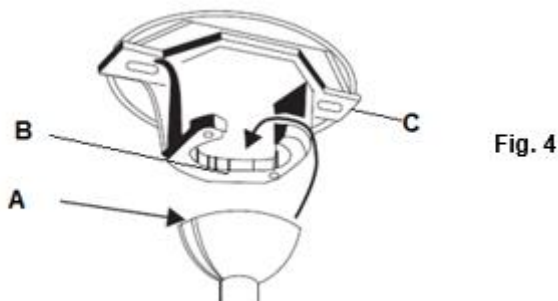

Fig. 4
Breng de ventilator aan op de montagebeugel. Zorg dat de sleuf (A) van de ophangbal zich op de stop (B) van de montagebeugel (C) bevindt om te vermijden dat de ventilator tijdens de werking ronddraait. (Fig.4)